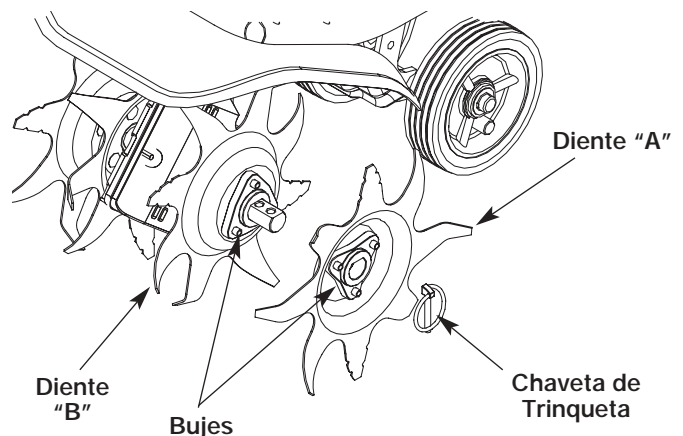

Fig. 14
- Coloque el control de encendido y apagado en la posición de APAGADO (O) y desconecte el cable de la bujía de encendido.
- Saque las presillas del pasador de la horquilla y los pasadores de la horquilla (Fig. 14).
- Ubique un diente A y un diente B en el árbol del diente (Fig. 14).